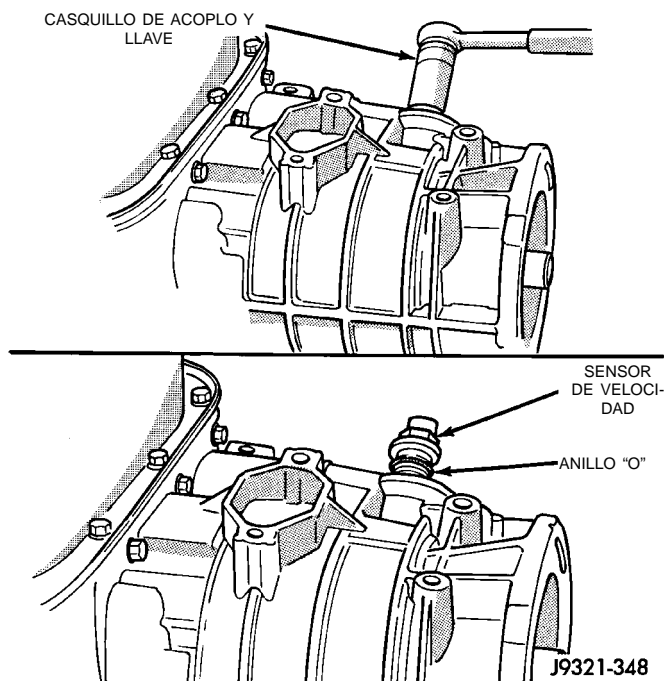

Fig. 197 Desmontaje/instalación del sensor de velocidad de la transmisión
(1) Retire el sensor de velocidad de la transmisión y la junta en "O" de la caja de sobremarcha (Fig. 197).